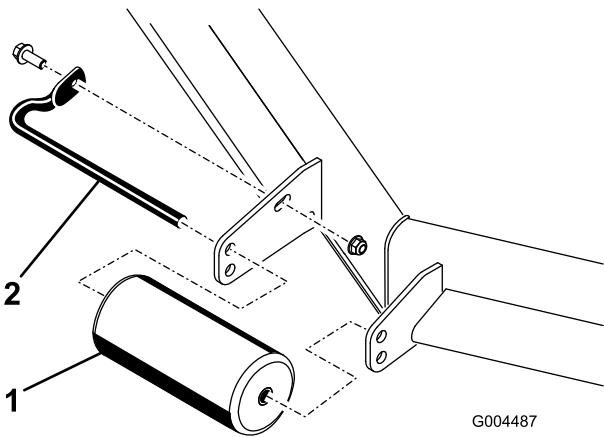
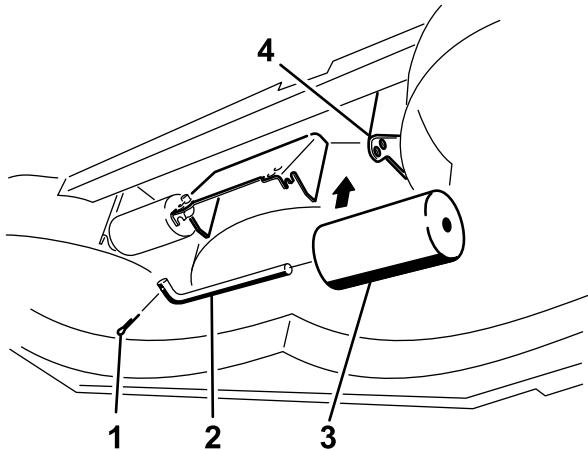

図10
図 14
- デッキのローラを固定しているボルトナット類を外して、ローラの高さを調整する使用するデッキのタイプに合わせて図10から図14を参照。